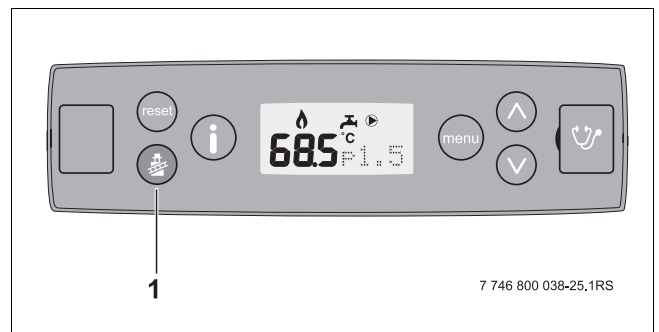

Fig. 52 Bedieningspaneel
- Druk de schoorsteenvegertoets “” (fig. 52, **pos. 1**) in om de meting af te sluiten.
- Druk de schoorsteenvegertoets "🔥" (fig. 52, **pos. 1**) in, totdat op het display het icoon schoorsteenvegerbedrijf "🔥" gaat branden.
- Druk de schoorsteenvegertoets "🔧" (fig. 52, **pos. 1**) in, totdat op het display het icoon schoorsteenveger "🔧" uitgaat.
- Druk de schoorsteenvegertoets (fig 52, pag. 57) in om de meting af te sluiten.